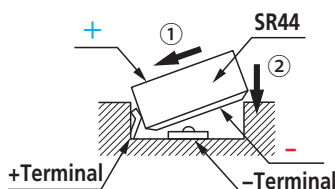

Fig. 1
5. Instale uma bateria SR44 (Cód. 938882) com o terminal positivo da bateria para fora (Fig. 1)